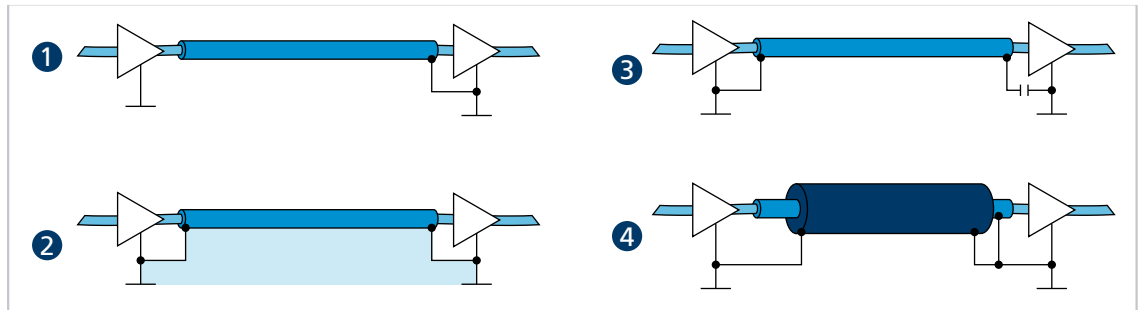

Abb. 26: Verschiedene Möglichkeiten der Schirmanbindung
- ▶ Die Motorphasen in einem Schirm, getrennt von den Sensor- oder Encodersignalen, führen und mindestens motorseitig auflegen (siehe 1 bzw. 2 in Abb. 26).
Optional können die Sensorsignale mit den Motorphasen in einem gemeinsamen Kabel/Isolationsschlauch unter Verwendung eines weiteren Außenschirmgeflechts geführt werden. Dieses Außenschirmgeflecht muss beidseitig aufgelegt werden (z. B. 4 in Abb. 26). Eine Lösung wie 2 in Abb. 26 ist für diese Konfiguration nicht in jedem Fall funktionsfähig. Falls dies durch Erdversatz nicht möglich ist, die HF-Verbindung über speziell geeignete Kondensatoren (z. B. Safety-Kondensatoren wie Y1/Y2/X1/X2, siehe 3 in Abb. 26) herstellen. Dabei den Schirm außer an Motoranschluss- und Controllerseite nicht mehrfach auflegen.